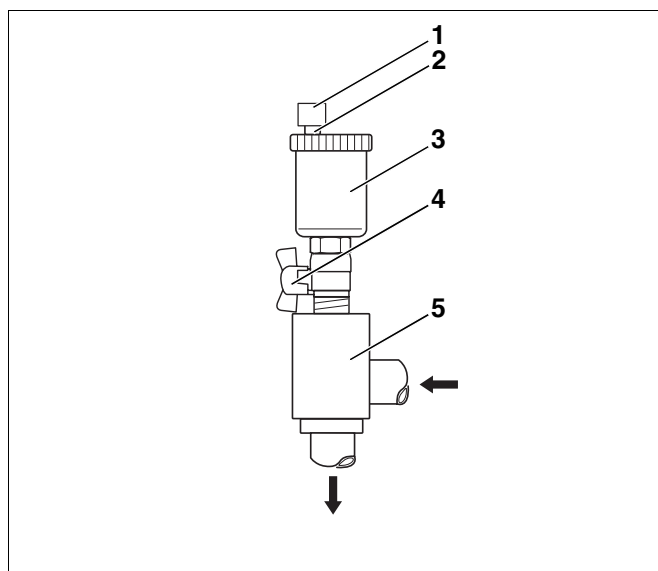

Fig. 15 Purgador automático
- ▶ Cierre la llave esférica (fig. 15, **pos. 4**).
- ▶ Desenrosque el purgador automático (fig. 15, **pos. 3**) y límpielo.
- ▶ Abra la llave esférica (fig. 15, **pos. 4**).
- ▶ En caso de emplear un purgador automático (accesorio) purgue el equipo solar abriendo la llave esférica (fig. 15, **pos. 4**).